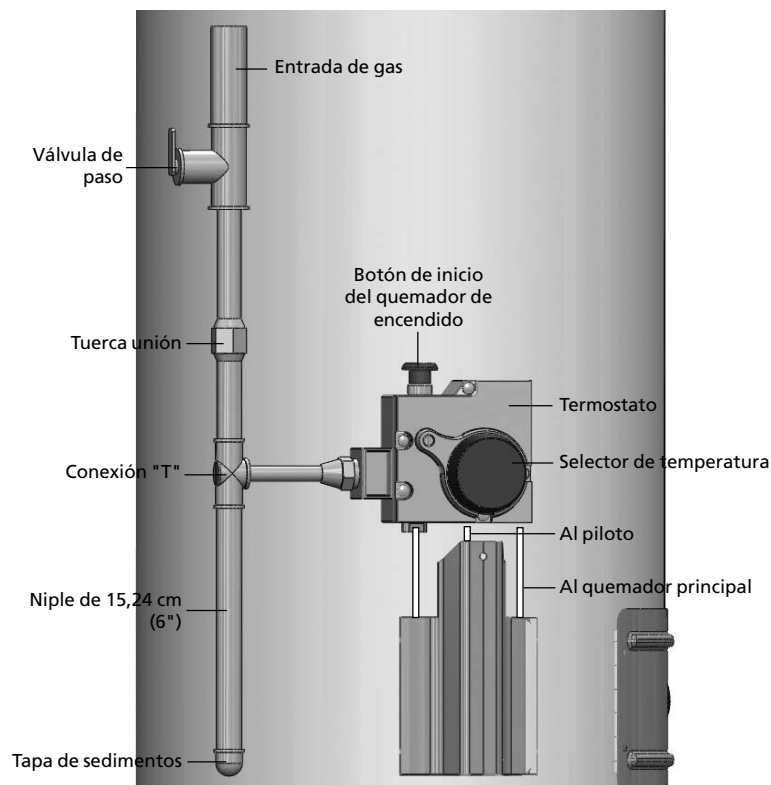

Figura 3. Esquema de conexión de la línea de gas al calentador.
- Una trampa de sedimentos como se indica en la figura 3 para evitar la entrada de polvo y material extraño al termostato.
5. Es necesario que el técnico que instale su calentador tome lectura de la presión. Esta deberá ser tomada cuando el quemador se encuentre encendido y justo a la entrada del termostato. Para facilitar lo anterior, quite el tapón de purga (ver figura 3) y realice la toma directamente de la tubería.